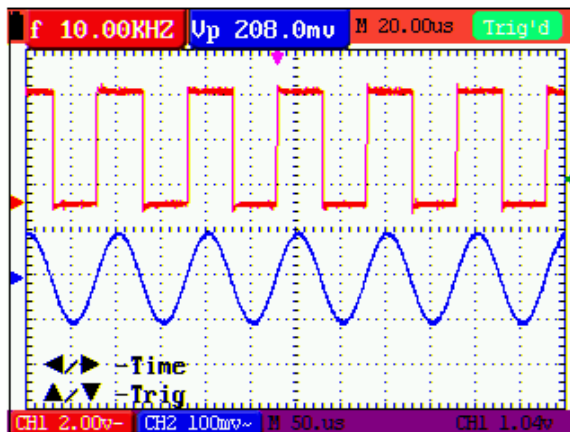

Abbildung 8
- Drücken Sie die Taste **OPTION** erneut; im unteren Bildschirmbereich links erscheint folgende Anzeige, wie in folgenden Abbildung 8 dargestellt ist.